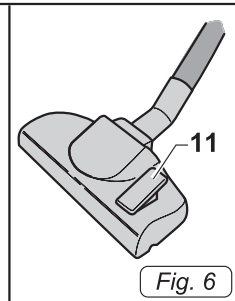

Fig. 6
- Прикрепить к удлинителю (10 Рис. 6) выбранную насадку (всасывающее сопло, круглую щетку, щелевую насадку, универсальную щетку и т.д.)
- Для чистки твердых полов, паркета и т.д. перевести рычаг назад (11 Рис. 6) для извлечения щетины щетки.
- Для чистки ковров, ковровых покрытий и т.д. перевести рычаг вперед (11 Рис. 6), чтобы спрятать щетину щетки.